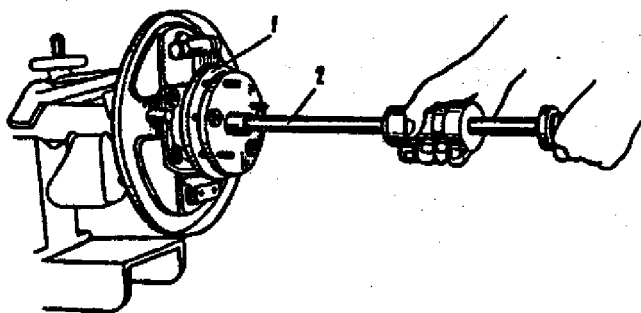

Fig. 3-49. Remoção da semi-árvore: 1 - semi-árvore; 2 - extrator 67.7823-9516.
3. Uma vez desmontado o tambor de freio e removidas as porcas de fixação do espelho do freio traseiro, remover os conjuntos das semi-árvores, juntamente com os defletores de óleo, placas de retenção do rolamento, rolamentos de esferas, e anéis de encosto; utilizar o extrator 67.7823-9516 para remover ambas as semi-árvores (fig. 3-49).
3. Remover o conjunto da semi-árvore, juntamente com o defletor de óleo, anel-trava do rolamento, rolamento de esfera, e anel de encosto; utilizar o extrator 67.7823-9516 para esta operação (fig. 3-49).